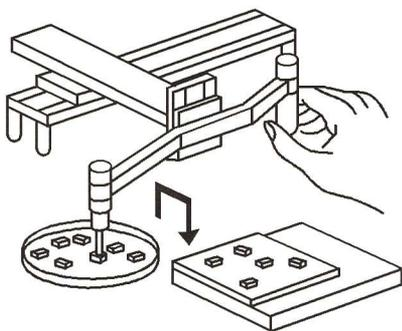

Fig 4 Principe d'une machine manuelle.
■ Machines manuelles (figure 4)